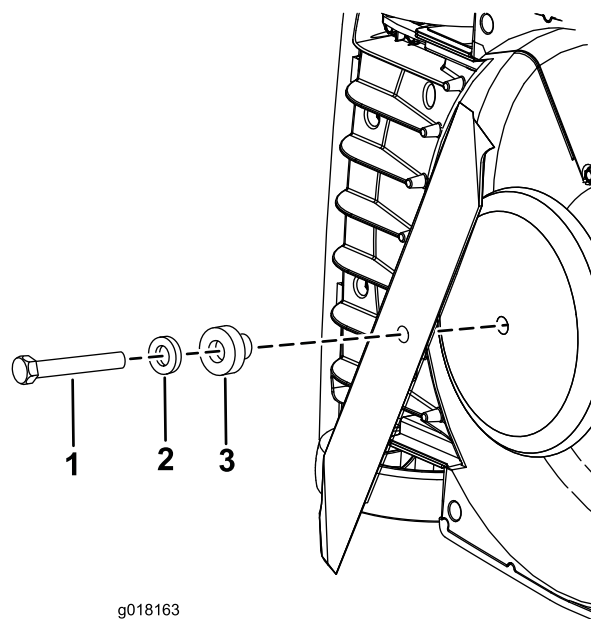

Figura 24
5. Togliete il bullone, la rondella e il distanziale, quindi rimuovete la lama (Figura 24).
7. Fissate la lama nuova con il bullone, la rondella e il distanziale tolti in precedenza (Figura 24).